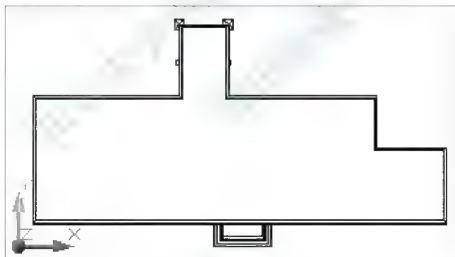

图 6.69 调整视图
(1) 执行菜单栏中的【视图】|【三维视图】|【俯视图】命令，并用【实时缩放】命令调整视图，结果如图 6.69 所示。